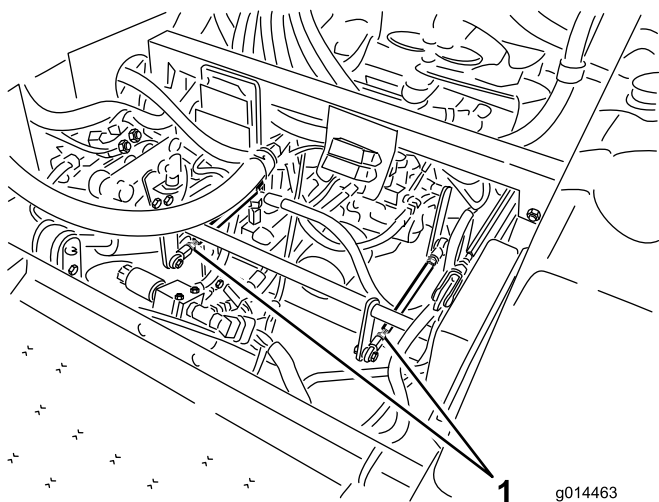

Figura 39
- Se la ruota posteriore sinistra gira, allentate i controdadi sull'asta di comando della trasmissione sinistra (Figura 39).